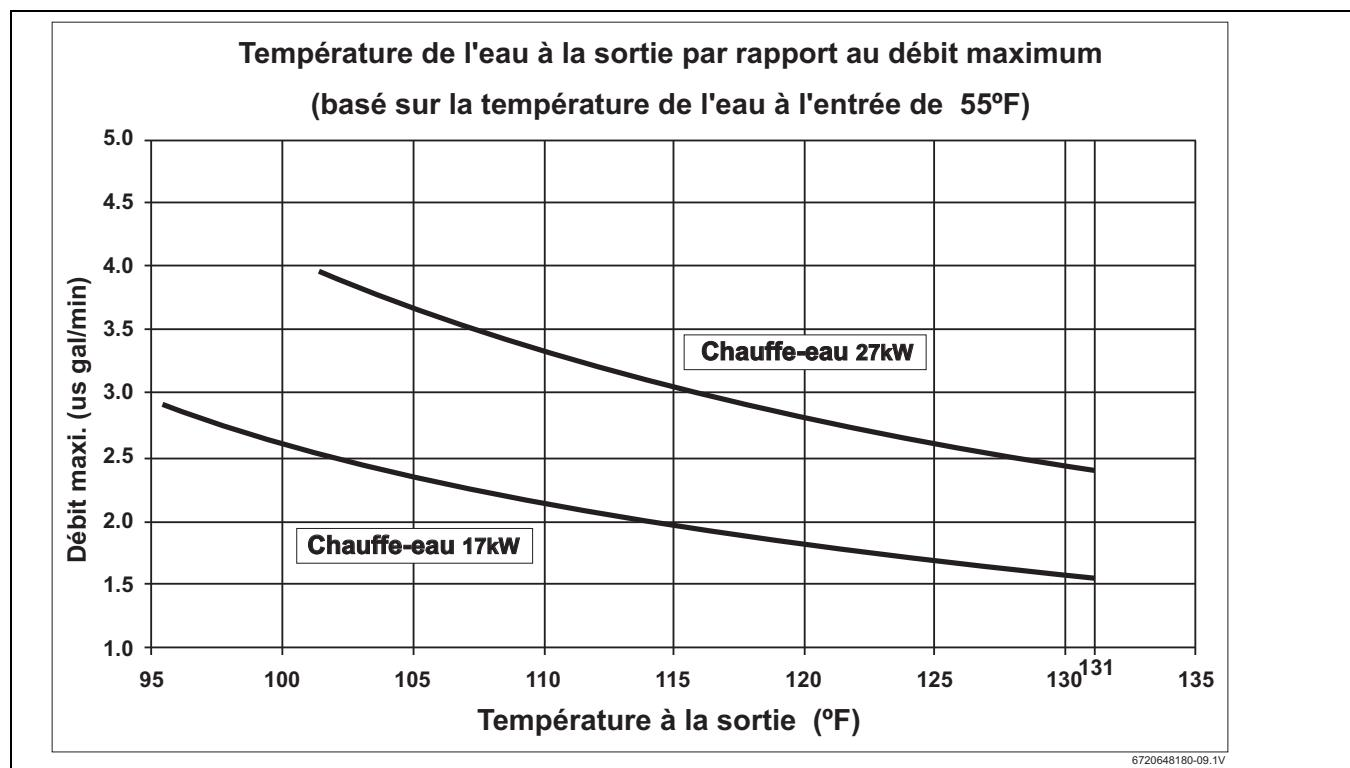

Fig. 11
- ▶ Régler le robinet de sectionnement de sortie jusqu'à ce que le débit du robinet d'eau chaude corresponde à la valeur indiquée sur la Fig. 11 ci-dessous.
données indiquées Fig. 11. Réduire le débit et/ou alimenter l'unité avec du 240 volts si une température à la sortie plus élevée est souhaitée.
La température de l'eau à l'entrée est trop froide	Vérifier que le chauffe-eau est correctement configuré par rapport à sa localisation géographique. Tourner le bouton de température, en bas du chauffe-eau, dans le sens des aiguilles d'une montre, jusqu'au bout, pour la température maximale. Vérifier que les débits sont inclus dans les spécifications du chauffe-eau. Consulter la Fig. 11, page 18 du présent manuel. L'utilisation d'une vanne d'isolement sur la sortie d'eau chaude est recommandée pour contrôler le débit.
La température indiquée sur le cadran est trop basse	Tourner le cadran de température situé en bas du chauffe-eau dans le sens des aiguilles d'une montre afin d'augmenter la température. Consulter Fig. 11 pour connaître la température de sortie par rapport au débit.
Le débit est trop fort	Régler le débit pour rester dans le cadre des spécifications du chauffe-eau. Voir Fig. 11 du présent manuel.
La pression des robinets de sectionnement est trop faible	Régler la vanne de sortie fournie par l'installateur tel que décrit ci-dessous : <ul style="list-style-type: none"> <li>Ouvrir complètement les robinets de sectionnement d'entrée et de sortie au niveau du chauffe-eau. (S'ils ne sont pas installés, les installer avant toute utilisation).</li> <li>Ouvrir complètement le dispositif d'eau chaude alimenté par le chauffe-eau, au débit le plus fort (par ex. : baignoire).</li> <li>Fermer doucement le robinet de sectionnement pour diminuer le débit jusqu'à ce que la température de la sortie d'eau chaude corresponde aux valeurs indiquées Fig. 11 du présent manuel, ou jusqu'à atteindre la température de l'eau désirée.</li> </ul>